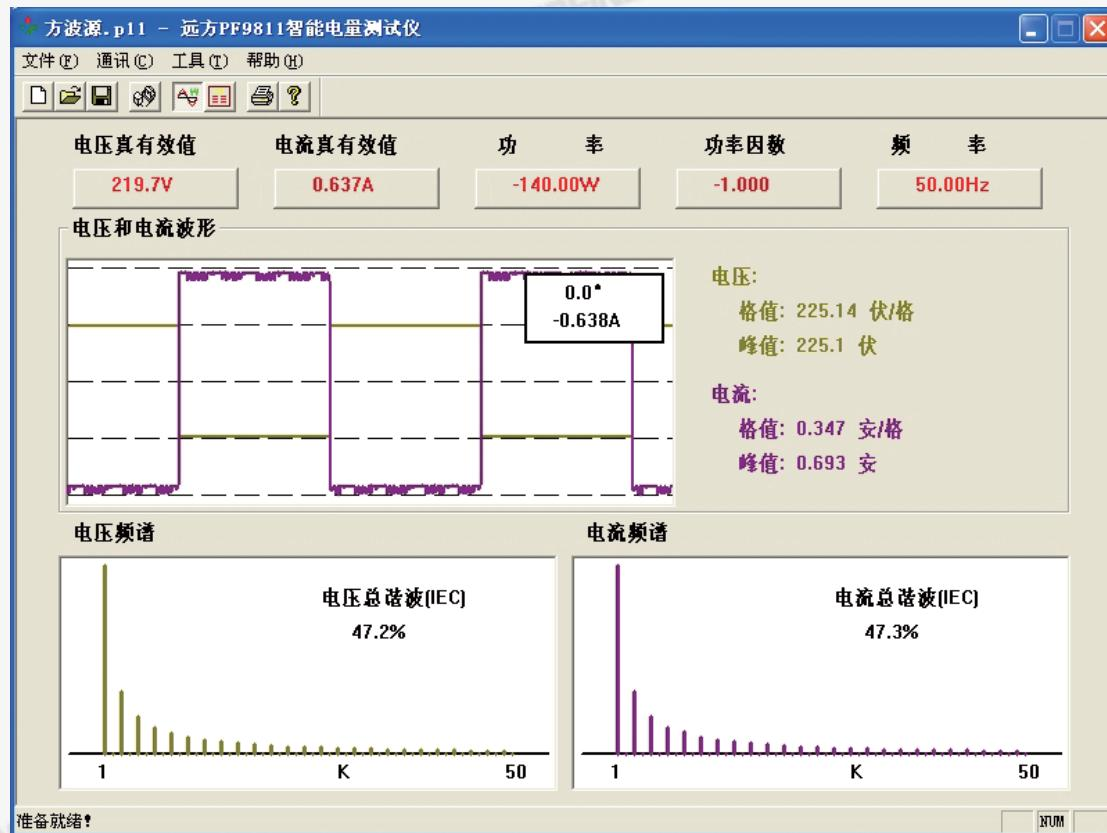

图 6.1 软件主界面
打开 PF981X 软件，进入软件主界面，如图 6.1 所示。
- (1) 菜单栏：新建，打开，另存为，打印，设置通讯口，传递数据，设置总谐波计算方法，中英文版软件界面切换等；
- (2) 快捷图标：新建，打开，另存为，传递数据，显示窗口等；
- (3) 主窗口显示：基本测量参数显示区、信号波形显示区、谐波频谱显示区，如图 6.1 所示；